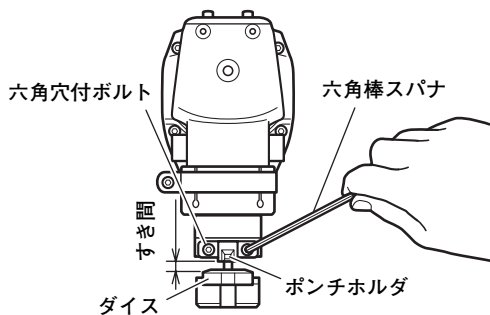

図 5
- (1) 六角穴付ボルト (2 本) をゆるめ、ポンチホルダを上下して調整します。(図 5)
- (2) すき間は、切断板厚より約 0.5 mm ぐらい広くしてください。
- (3) 切断板面に多少曲面がある場合は、それに応じて広くしてください。